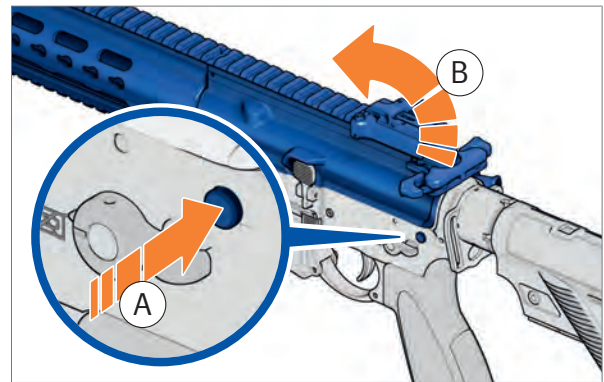

Abb. 91: Hinteren Haltebolzen eindrücken
2. Hinteren Haltebolzen nach rechts eindrücken und bis zur Demontageposition herausziehen (Abb. 91).
3. Gehäuseoberteil nach oben klappen (Abb. 91).